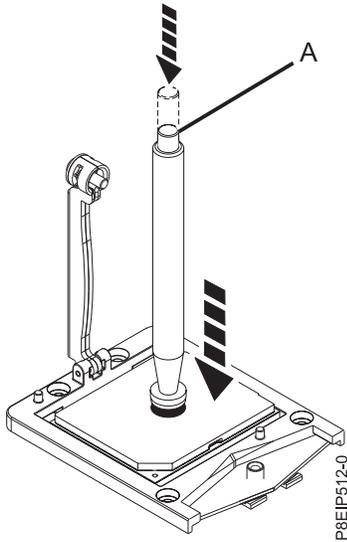

Abbildung 82. Ausbauwerkzeug auf das Systemprozessormodul herabsenken
3. Senken Sie den Vakuumstift auf das zu installierende Systemprozessormodul ab. Drücken Sie das obere Ende des Stiftes ganz herunter (**A**) und halten Sie den Stift im Zentrum des Prozessormoduls (siehe Abb. 82 auf Seite 71). Lassen Sie das obere Ende des Stiftes los, um den Stift am Prozessormodul zu befestigen.